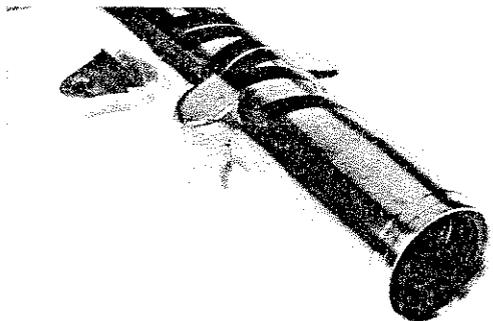

Fig. 210
- 14) Togliendo con un piccolo cacciavite l'anello elastico, si può smontare il doppio paraolio di tenuta degli scorrevoli (Fig. 210).
- 14) Using a small screwdriver, pry out the snap ring and remove the double oil seal from the fork bottom leg (Fig. 210).